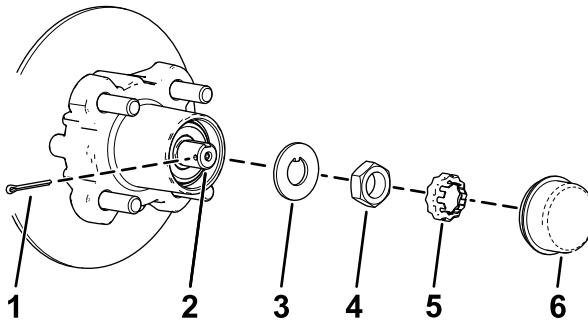
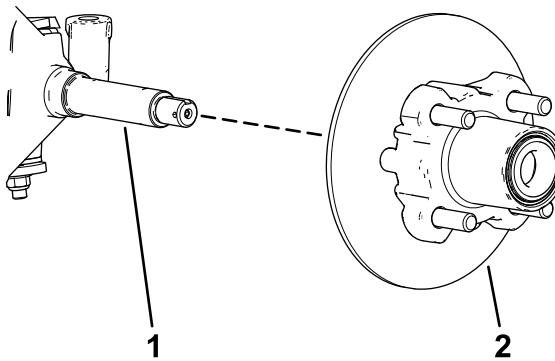

Figura 39
Figura 40
4. Retire el tapón guardapolvo del cubo (Figura 39).
5. Retire la chaveta y el retén del eje/tuerca del eje (Figura 39).
6. Retire la tuerca del eje y separe el conjunto de cubo y rotor del eje (Figura 39 y Figura 40).